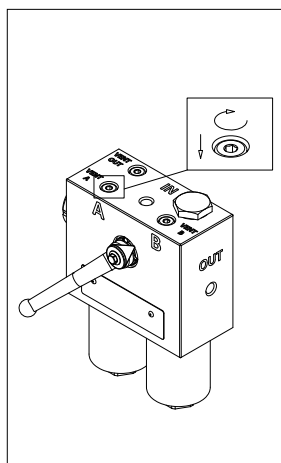

fig. 3
- (Fig. 3) Serrare immediatamente il tappo di sfiato